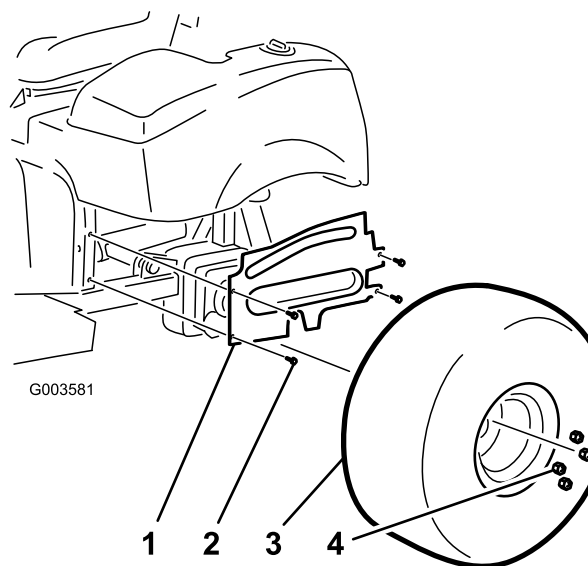

Figure 37
9. Remettez les 4 boulons à embase qui fixent le carénage de la roue gauche au cadre (Figure 37).
10. Montez la roue arrière gauche (Figure 37).